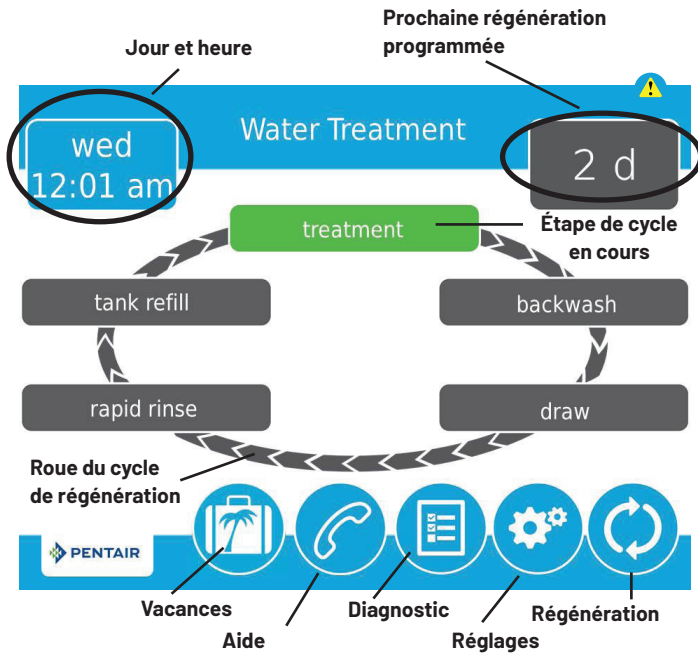

Figure 8 Écran d'accueil
5. Quand vous appuyez sur , l'écran d'accueil (Figure 8) s'affiche.